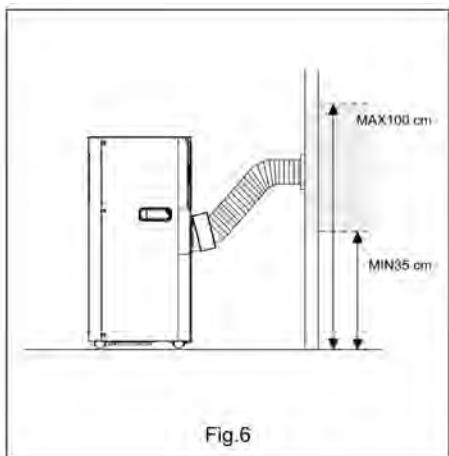

Fig.6
- Introduzca otro extremo de la junta de la manguera en la instalación fija de la pared como se muestra en (Fig. 6).